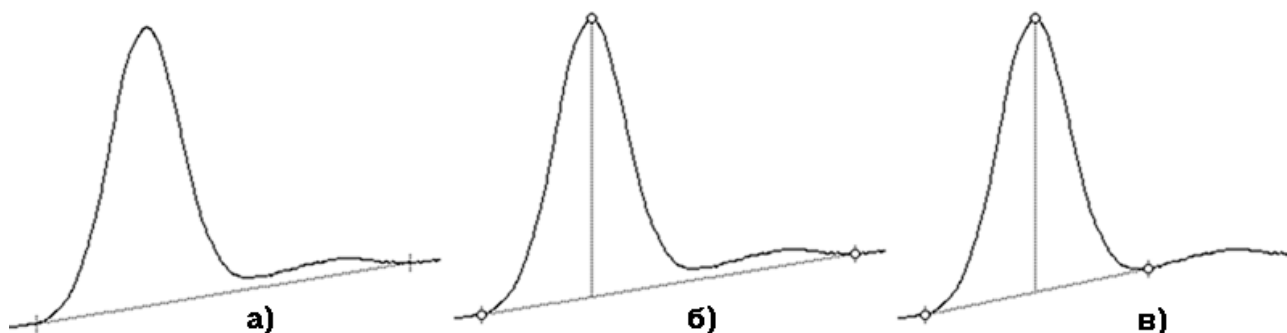

Рисунок 5.55. Пример корректировки разметки пика
2. Подведите курсор к базовой линии под большим пиком (она отображается пунктиром) и, когда курсор вновь примет форму стрелки (знак того, что он попал в область нулевой линии), нажмите левую кнопку мыши. При этом у пика будут выделены характерные точки начала, вершины и окончания (рисунок 5.55.б).
3. Подведите курсор к точке окончания пика, нажмите левую кнопку мыши и, удерживая ее, переместите точку окончания пика в нужное место (рисунок 5.55.в).